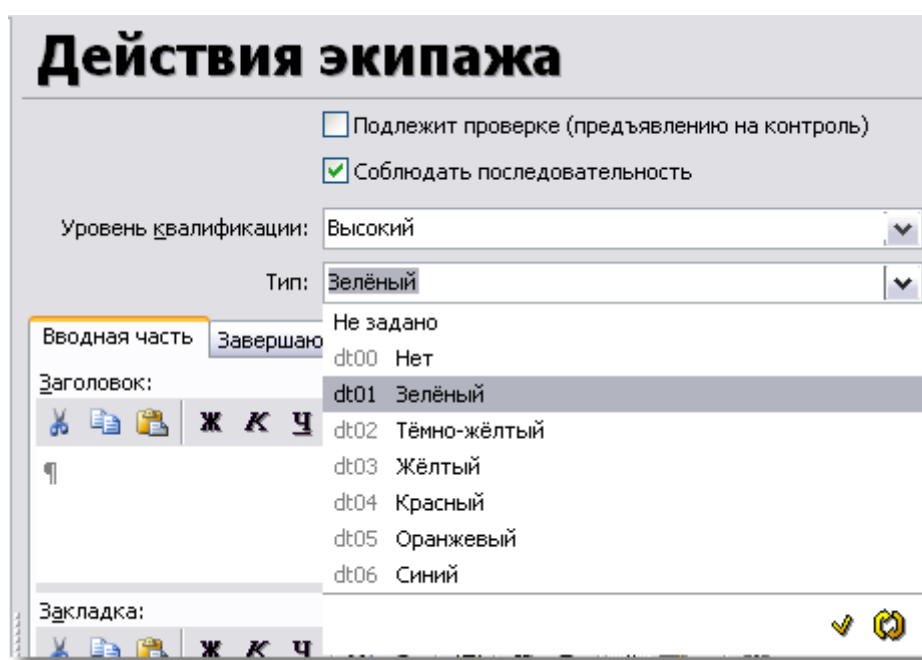

Рис. 13.9
4. В поле **Тип** выберите из выпадающего списка тип действия экипажа. Цвет по стандарту S1000D обозначает категорию сложности ситуации (Рис. 13.9).